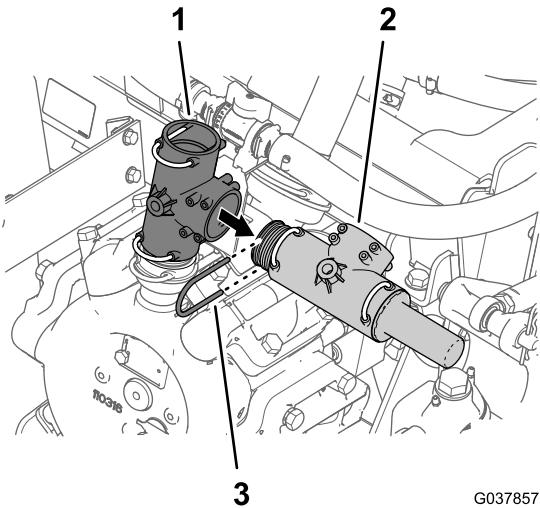

图66
- 卸下将带泄压阀的 T 形接头固定至打药车泵顶部 T 形接头的卡环 图66。
- 从打药车泵顶部 T 形接头卸下带泄压阀的 T 形接头 图66。